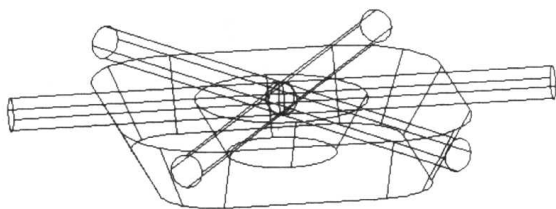

图 2-10
15. 阵列。单击“修改”工具栏上的 $\leftarrow$ 按钮或输入 AR 命令, 弹出“阵列”对话框, 选择“环形阵列”, “项目总数”为 6, “填充角度”为 360。单击“中心点”后的 $\leftarrow$ 按钮暂时关闭对话框, 捕捉烟灰缸的上顶面圆心为阵列中心点。再次返回对话框, 单击“选择对象”前的 $\leftarrow$ 按钮, 选择圆柱体 $\leftarrow$ 。效果如图 2-10 所示。